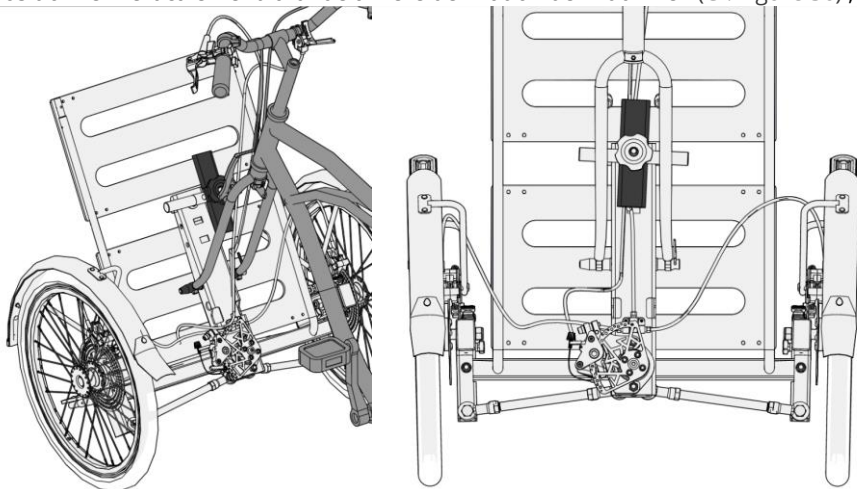

Figure 36 - Positionnement de la fourche et de la bride sur l'AddBike
- Positionnez verticalement la bride arrière de fixation de l'AddBike+ (Cf. Figure 36) ;
- Tournez verticalement la bride arrière de l'AddBike+ (Cf. figure 36) ;
- Basculez l'AddBike+ vers l'arrière jusqu'à ce que la bride avant (en position horizontale) entre en contact avec la fourche de votre vélo (Cf. figure 36) ;